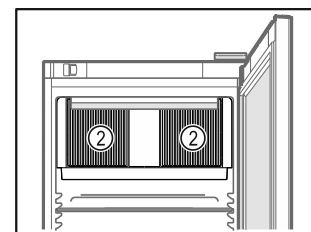

Fig. 58
- Sørg for at cirkulationsblæserens ventilationsåbninger Fig. 58 (2) i det indvendige rum altid er frie.